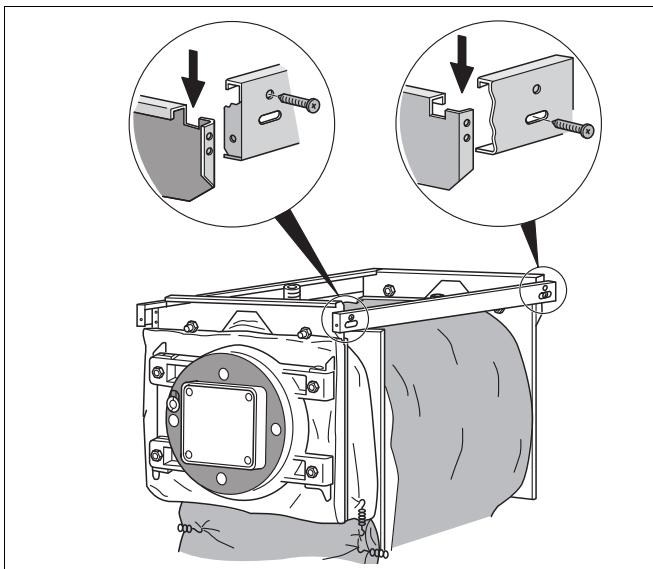

Рис. 11 Установка и крепление боковых траверс
- У-образную отбортовку боковых траверс установите в вырезы передней и задней траверс. Закрепите 2 саморезами: спереди в круглом отверстии, сзади в удлиненном отверстии (рис. 11).